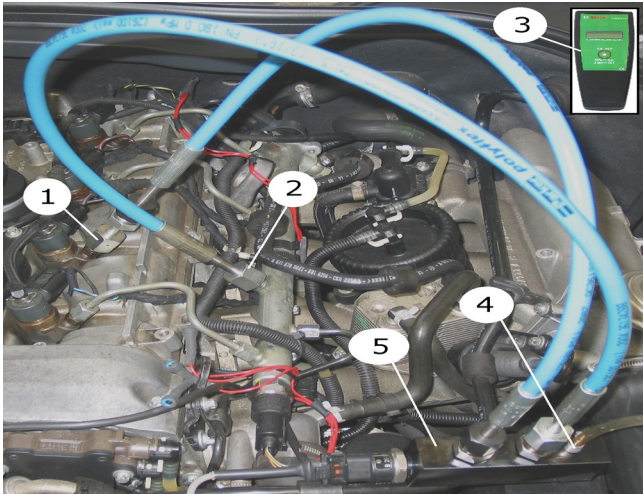

Abb. 16: Tilkoblingseksempel railtrykksensor sammenligningstest (motor drives med alle sylindere)
Av sikkerhetsårsaker er det i trykktransducere (fig. 16, pos. 5) montert en trykkbegrensningsventil, som begrenser trykket ved 180 MPa. Koble absolutt til den vedlagte slangen på tilkoblingen (fig. 16, pos. 4) til trykktransducere og før den inn i en samlebeholder som er egnet for dieseldrivstoff.
3. Koble til den første 180 MPa-slangeledningen (fig. 16, pos. 2) med tilsvarende koblingsadapter, vinkel, mutter og trykkring (venstregjenge) på rail og trykktransducer (fig. 16, pos. 5).
4. Koble til den første 180 MPa-slangeledningen (fig. 16, pos. 1) med tilsvarende koblingsadapter, vinkel, mutter og trykkring (venstregjenge) på injektoren og trykktransducere (fig. 16, pos. 5).
6. Koble til forbindelseskabelen på den digitale trykkindikatoren (fig. 16, pos. 3) og railtrykksensoren til trykkmodulen (fig. 16, pos. 5).